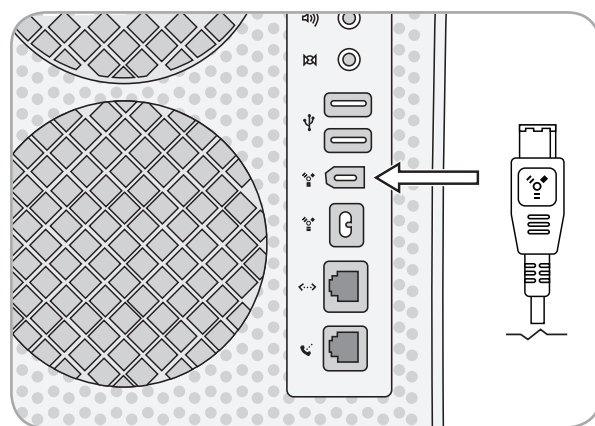

Fig. 04
3. Branchez l'autre extrémité du câble d'interface à un port FireWire 400 disponible de l'ordinateur (Fig. 04).